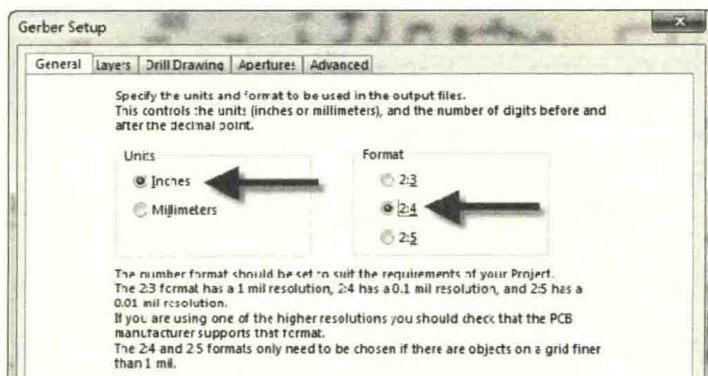

图 10-37 输出单位及比例格式选择
(1) 在 PCB 设计交互界面中，执行菜单命令“File-Fabrication Outputs-Gerber Files”，进入“Gerber Setup”界面，如图 10-37 所示。
① Units: 输出单位选择，通常选择“Inches”。
② Format: 比例格式选择, 通常选择“2:4”。